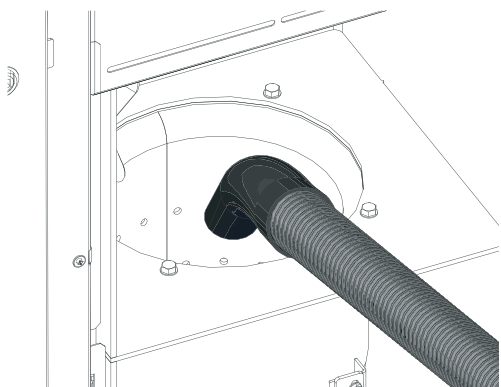

Fig. 56 Aspirare il corpo caldaia
- ▶ Aspirare il corpo caldaia – Fig. 56.